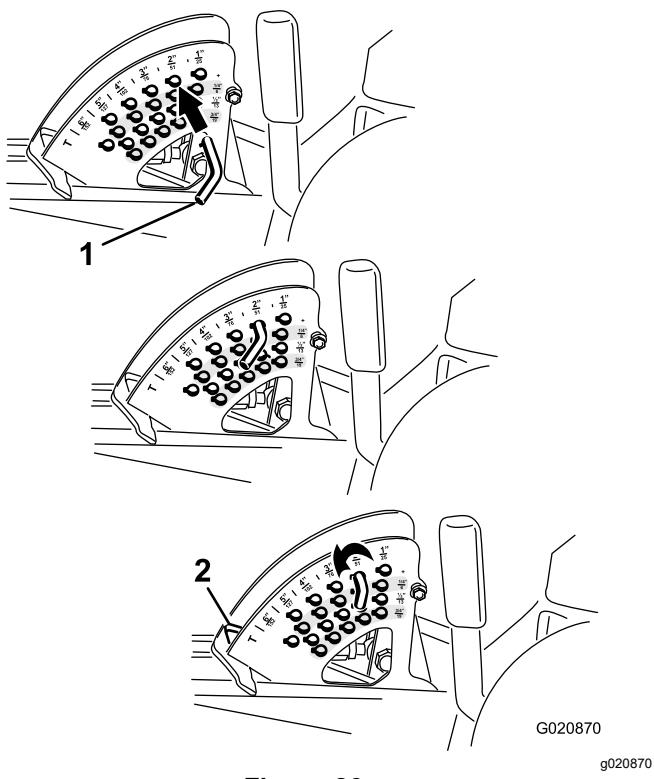

Figure 26
- Tournez la goupille de butée jusqu'à ce que la goupille cylindrique située à l'intérieur soit en face des trous du support de hauteur de coupe et retirez-la (Figure 26).
- Placez la goupille dans le trou du support correspondant à la hauteur de coupe voulue et tournez-la pour la verrouiller en place (Figure 26).
Remarque: Il y a 4 rangées de trous (Figure 26). La première rangée donne la hauteur de coupe indiquée au-dessus de la goupille. La deuxième rangée donne la hauteur indiquée plus 6 mm (0,25 po). La troisième rangée donne la hauteur indiquée plus 12 mm (0,5 po). La dernière rangée donne la hauteur indiquée plus 18 mm (0,75 po). Un seul trou, situé dans la deuxième rangée, correspond à la hauteur de